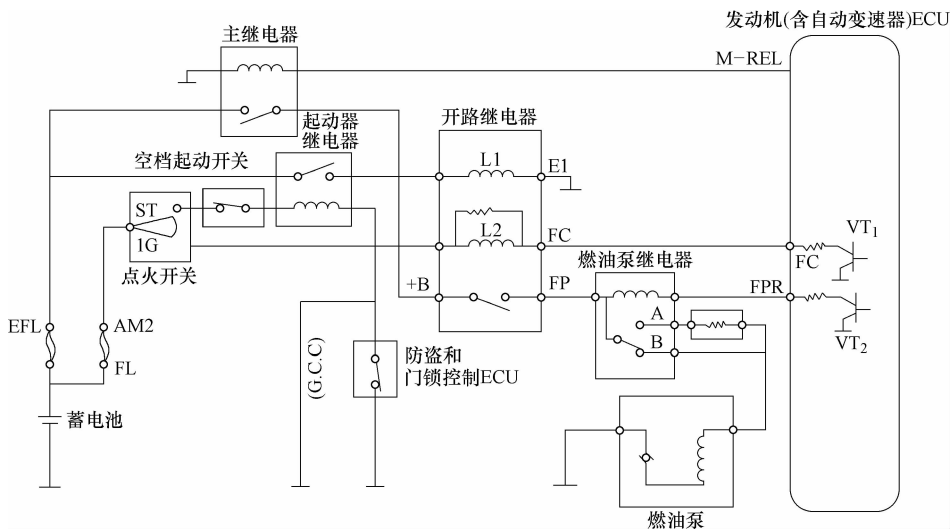

图 2-64 油泵继电器控制的燃油泵控制电路
(2) 油泵继电器控制的燃油泵控制电路的检测 日本丰田雷克萨斯 LS400 轿车的燃油泵控制电路如图 2-64 所示。油泵继电器控制的燃油泵控制电路的检修要领是检测电阻器的电阻值,标准值应为 0.7Ω ;用万用表的电压档测量 ECU 的 FPR 端电压,当发动机由怠速工况急加速时,电压应由 12V 降为 0。